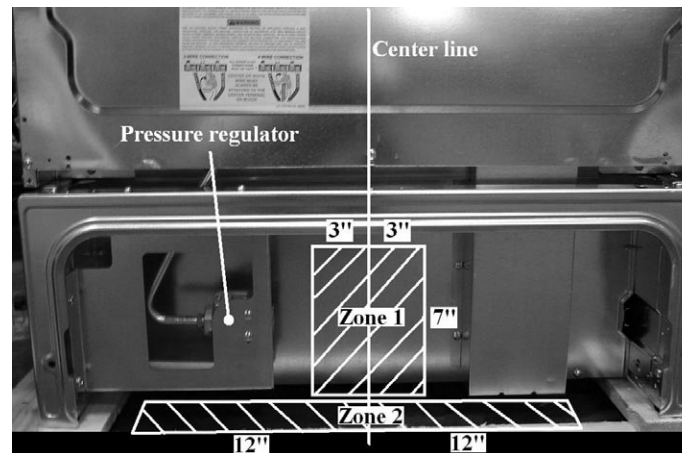

Figure 8
**L'alimentation en gaz peut provenir par le mur arrière (Figure 8, zone 1) ou par le plancher (Figure 8, zone 2):**